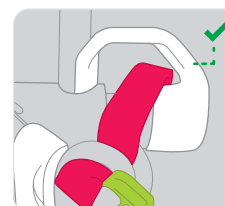

Figure 8
- Vérifiez que le guide du cordon de déclenchement n'est pas endommagé (voir Figure 8).